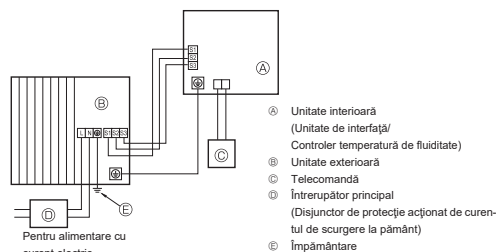
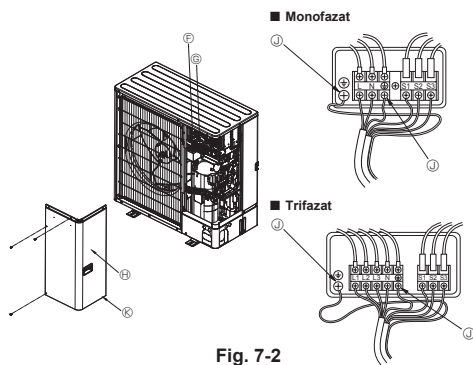

Fig. 7-1
Fig. 7-2
7.1. Unitatea exterioară (Fig. 7-1, Fig. 7-2)
- ① Demontați panoul de întreținere.
- ② Conectați cablurile respectând instrucțiunile din Fig. 7-1 și Fig. 7-2.